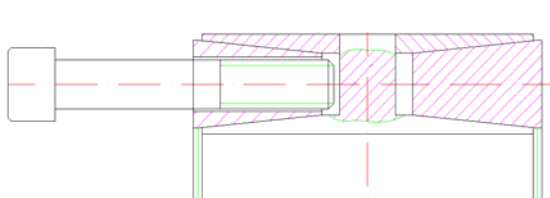

Bild 2
2. Spannschrauben in die Abdrückgewinde des vorderen Druckringes in mehreren Umläufen Kreuzweise anziehen (siehe Bild 2). Abdruckmoment dabei stufenweise erhöhen, bis der hintere Druckring und Steg des Innenringes getrennt sind